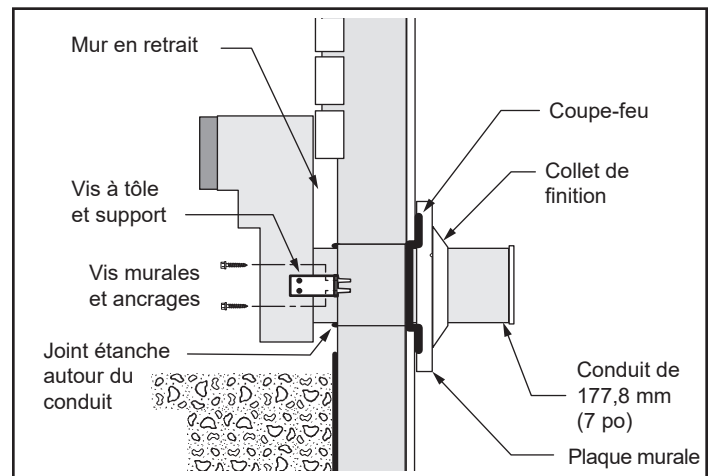

Figure 3.15 – Utilisation de supports de rallonge pour installer le schnorkel contre un mur en retrait
- Si les fondations se trouvent en retrait, servez-vous de supports de rallonge (non compris) pour monter la partie inférieure du schnorkel. Installez d'abord les supports au mur, puis fixez-les au schnorkel au moyen de vis à tôle autotaraudeuses n° 8 x 1/2 po. Faites sortir les conduits de ventilation aussi loin que la face saillante du mur (figure 3.15).